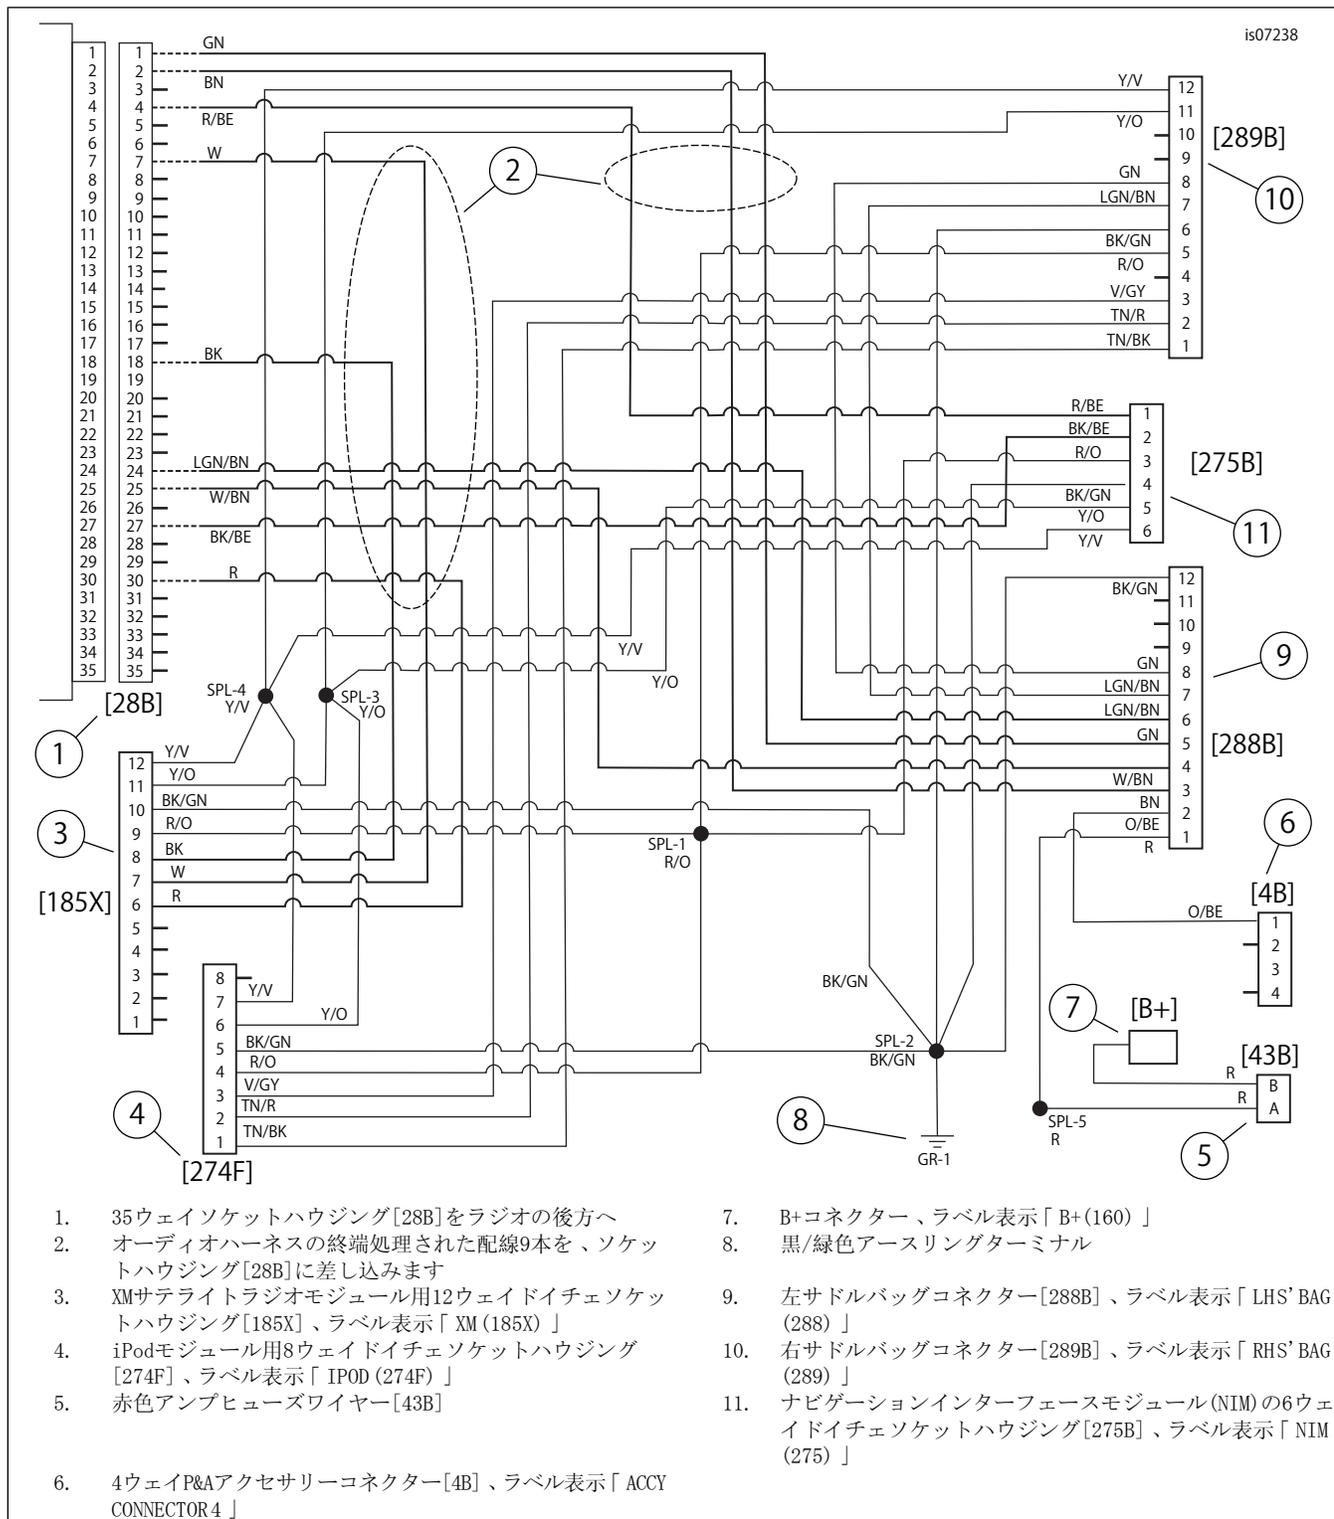

図6。配線図、オーディオハーネス69200477
6. 「図6」を参照してください。シート下の空間に「B+(160)」コネクタ(7)と「ACCYCONNECTOR4(アクセサリコネクタ4)」(6)を位置決めします。ヒューズホルダー(5)を手の届きやすい位置に配置します。コネクタ[160](7)を車両のB+コネクタに接続します。灰色の4ウェイソケットハウジング[4](6)を車両側のピンハウジング[4A]に接続します。